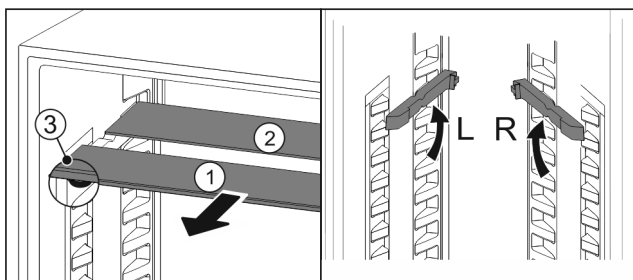

Fig. 102
- ▶ 将玻璃隔板逐个向前拉出 Fig. 102 (1)。
- ▶ 带装饰条的玻璃隔板 Fig. 102 (1)在前。
- ▶ 阻挡装置 Fig. 102 (3)指向下方。